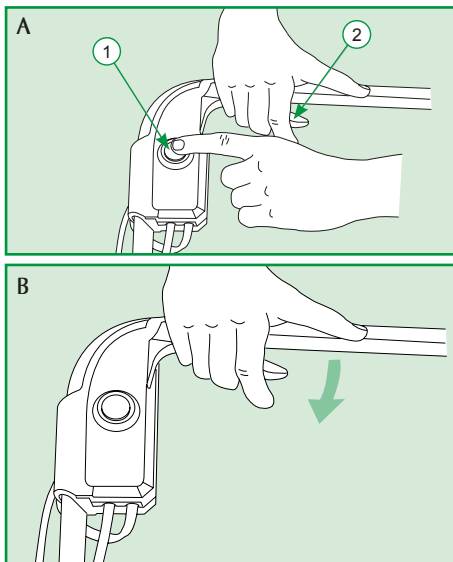

Figura 7
4. Para realizar el encendido, presione el botón rojo (1) y a continuación jale (o presione) la palanca de seguridad (2) del interruptor de corte de energía contra la empuñadura, como se muestra en la Figura 7. El motor sólo funciona mientras la palanca de seguridad (2) se presiona contra la empuñadura, apagándose automáticamente cuando se suelta;